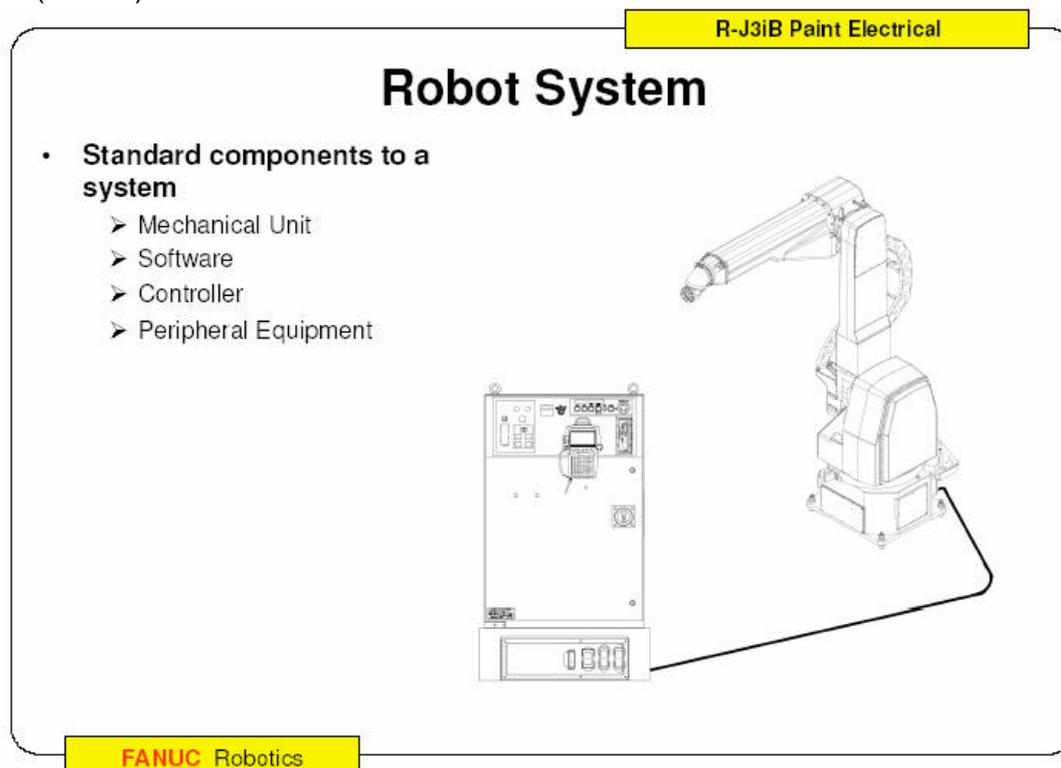

图 1
是由伺服电机驱动的机械机构组成的,各环节每一个结合处是一个关节或坐标系(见图 1)
- 2)单机形式:(见图 1)